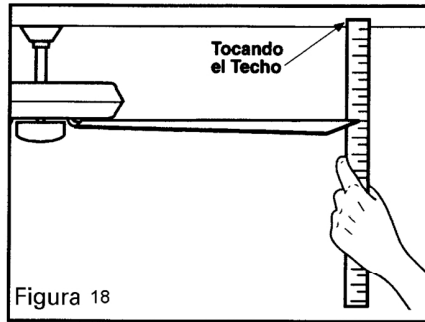

Figura 18
2. Muchos de los problemas de oscilación se producen cuando la altura de las aspas son desiguales. Verificar altura seleccionando un punto en el techo sobre la punta de una de las aspas. Medir desde un punto en el centro de cada aspa al punto en el techo. Medir esta distancia como muestra la Figura 18. Rotar el ventilador hasta que la próxima aspa quede en posición para cada aspa. Las medidas deben mantenerse dentro de $1/8$ ". Operar el ventilador por 10 minutos.